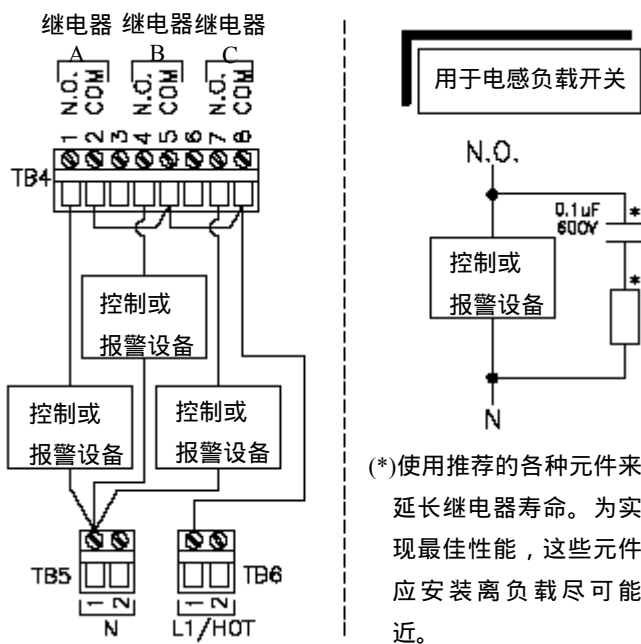

图 2-6 连接控制/报警装置到固态交流继电器
在 TB4 的接线端 1~8 共提供三路 SPST (单刀单掷) 固态交流 (AC) 继电器输出 (继电器 A、B 和 C)——除了接线端 3 和 6 没有用到。通用的接线排列参见图 2-6。
**注意：这些固态交流 (AC) 输出要求 24~250 VAC、至少 0.02 amps RMS 的供电。**